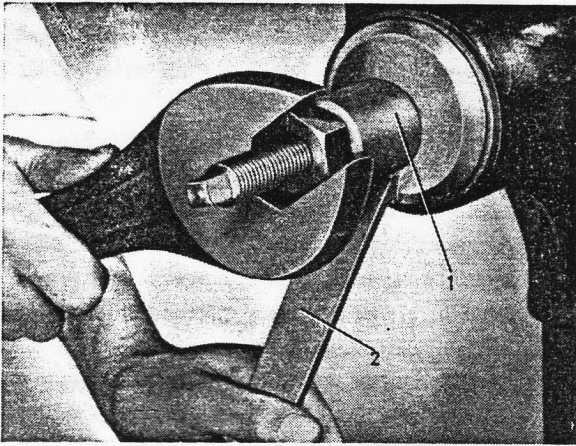

Bild 5-34. Einbau des Antriebskegelrades
- Kegelrollenlager (23) und Scheibe (17) einbauen. Halter SVO 2208 und Presswerkzeug SVO 1845 am Vorderteil des Antriebskegelrades befestigen und Antriebskegelrad einziehen, siehe Bild 5-34.